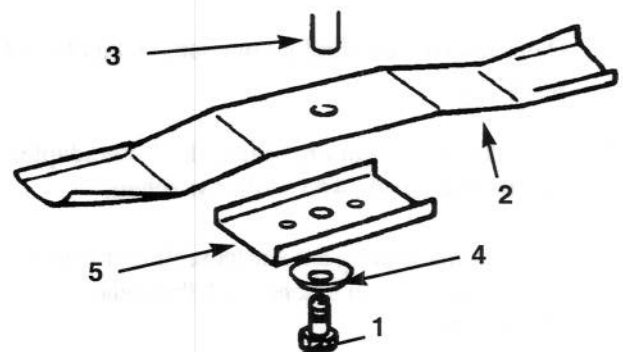

Bild 36
3. Die Schraube (5/8" Maulschlüssel), Wellenscheibe und das Messer entfernen (Bild 36). Zwischen Messer und Mäher kann ein Holzklotz eingeklemmt werden, um das Messer zu sperren, wenn die Schraube entfernt wird.
1. Messerbalken, Halteblech, Konkavscheibe (konkave Seite zum Messerbalken) und die Messerbalkenschraube montieren (Bild 36).